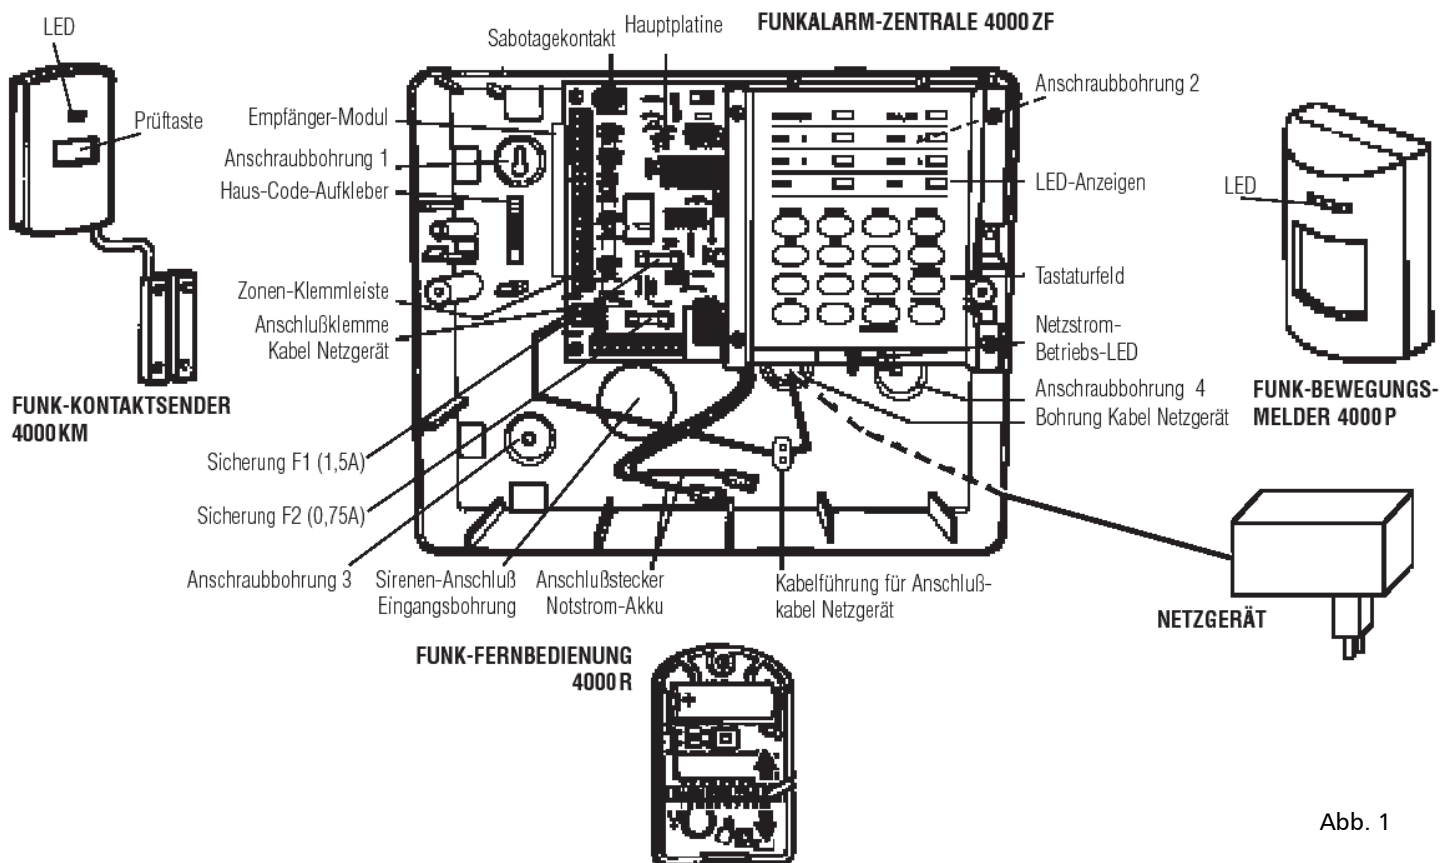

Abb. 1
1. Sofern das Netzgerätekabel bereits werkseitig mit der Zentrale verbunden ist, fahren Sie mit Punkt 2 fort. Ansonsten führen Sie folgende Schritte durch: Entfernen Sie mit einem Schraubenzieher die Abdeckkappen der beiden Schrauben an der Oberseite der Zentrale und öffnen Sie das Gehäuse. Führen Sie das Kabel des Netzgerätes durch die entsprechende Eingangsbohrung und die Kabelführung der Zentrale, und schließen Sie das Netzgerät an die Klemmleiste an (siehe Abb.1). Schließen Sie die Zentrale, und schrauben Sie den Deckel wieder fest.
1. Legen Sie den verkabelten Kontakt neben den losen Magnet des Funk-Kontaktsenders (Abb. 1).
Zentrale gibt Alarm (LED-Zone 2 leuchtet).	Sabotagekontakt ist geöffnet (z.B. Deckel der Zentrale ist nicht richtig geschlossen, siehe auch Abb.1). Drahtbrücken sind nicht richtig geschlossen.